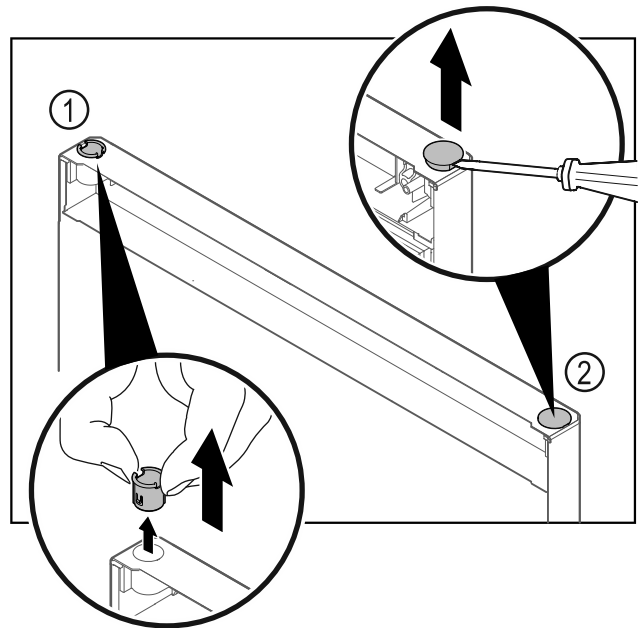

Fig. 16
- Retirer la bague Fig. 16 (1) avec les doigts.
- Soulever délicatement le bouchon Fig. 16 (2) avec un tournevis plat et le retirer.